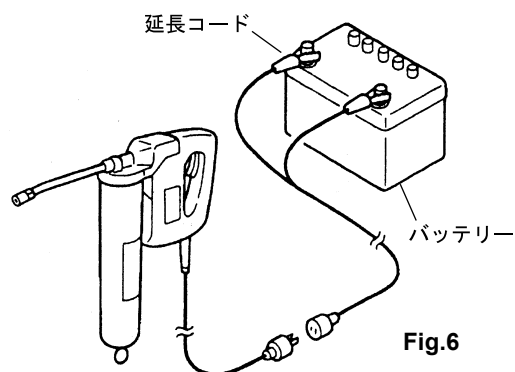

Fig.6
- 2) 本体のコードのソケットに延長コードを接続して、車両のバッテリーの⊕⊖の端子に接続してください。(Fig.6)